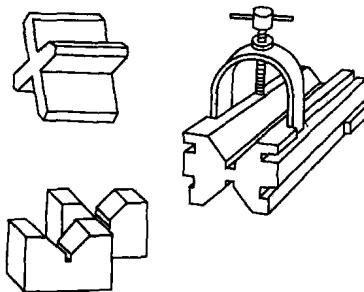

图 2-9 V形块
(2) V形块 V形块主要用来支承圆柱形工件，以便用划线盘或高度尺划出中心线或找出中心。当支承较长的圆柱形工件时，则需要用两个等高的V形块。V形块上V形槽的夹角主要有 $90^{\circ}$ 或 $120^{\circ}$ ，有多种形状，如图2-9所示。